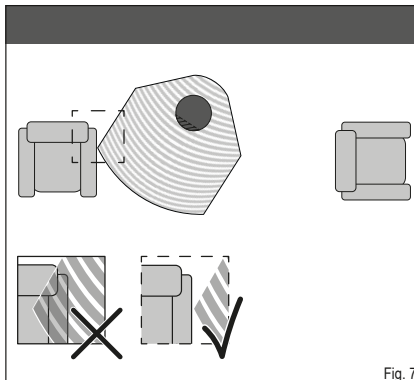
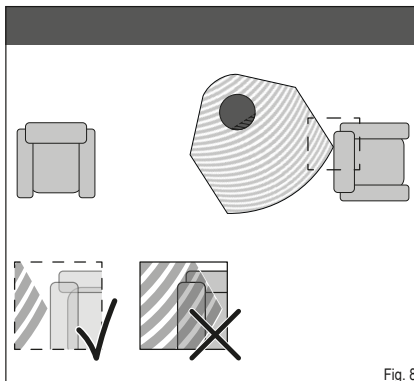

Fig. 7
Fig. 8
- ▶ Aucun matériau inflammable, par ex. un meuble, ne doit se trouver dans la zone de rayonnement située dans l'angle de rotation paramétré pour le poêle. (Fig. 7 et Fig. 8).